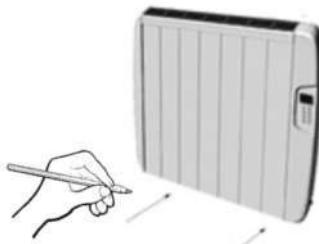

Figure 10
5. Une fois le radiateur suspendu en place, faites deux marques sur le mur où les deux supports (A) seront fixés pour assurer la fixation du radiateur au mur (Figure 10).